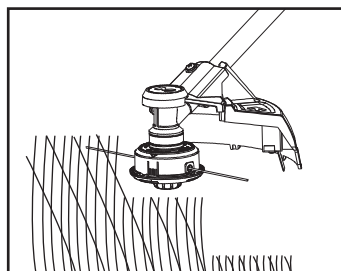

Rys. 20
5. Przesuwać maszynę wolnym i regularnym ruchem od lewej do prawej, a następnie z powrotem do pozycji początkowej, po czym przejść do przycinania kolejnego obszaru (rys. 20).